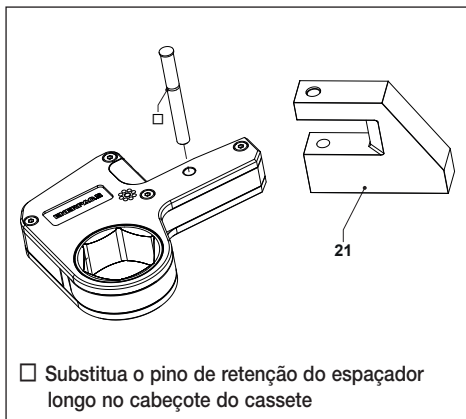

Fig. 7
3.4.2 Conectar a pá de reação da Série WRP (fig. 7)
- Instale o cassete no rebaixo da pá de reação da Série WRP (21) alinhando os orifícios na pá com o furo no cassete.